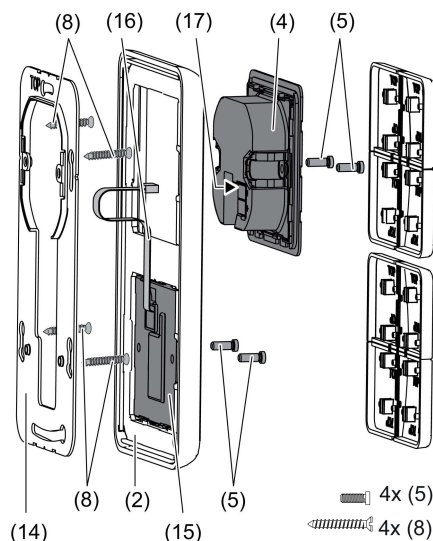

Figure 2: Montage avec module d'extension pour touche sensorielle
Pour l'utilisation du module d'extension pour touche sensorielle (figure 2): montage vertical recommandé. Utiliser un grand anneau support (14). Lors du montage, n'utiliser les vis inférieures sur le panneau qu'avec une boîte d'encastrement, par ex. avec un perçage de 6 x10 mm de diamètre, utiliser l'anneau support comme gabarit.